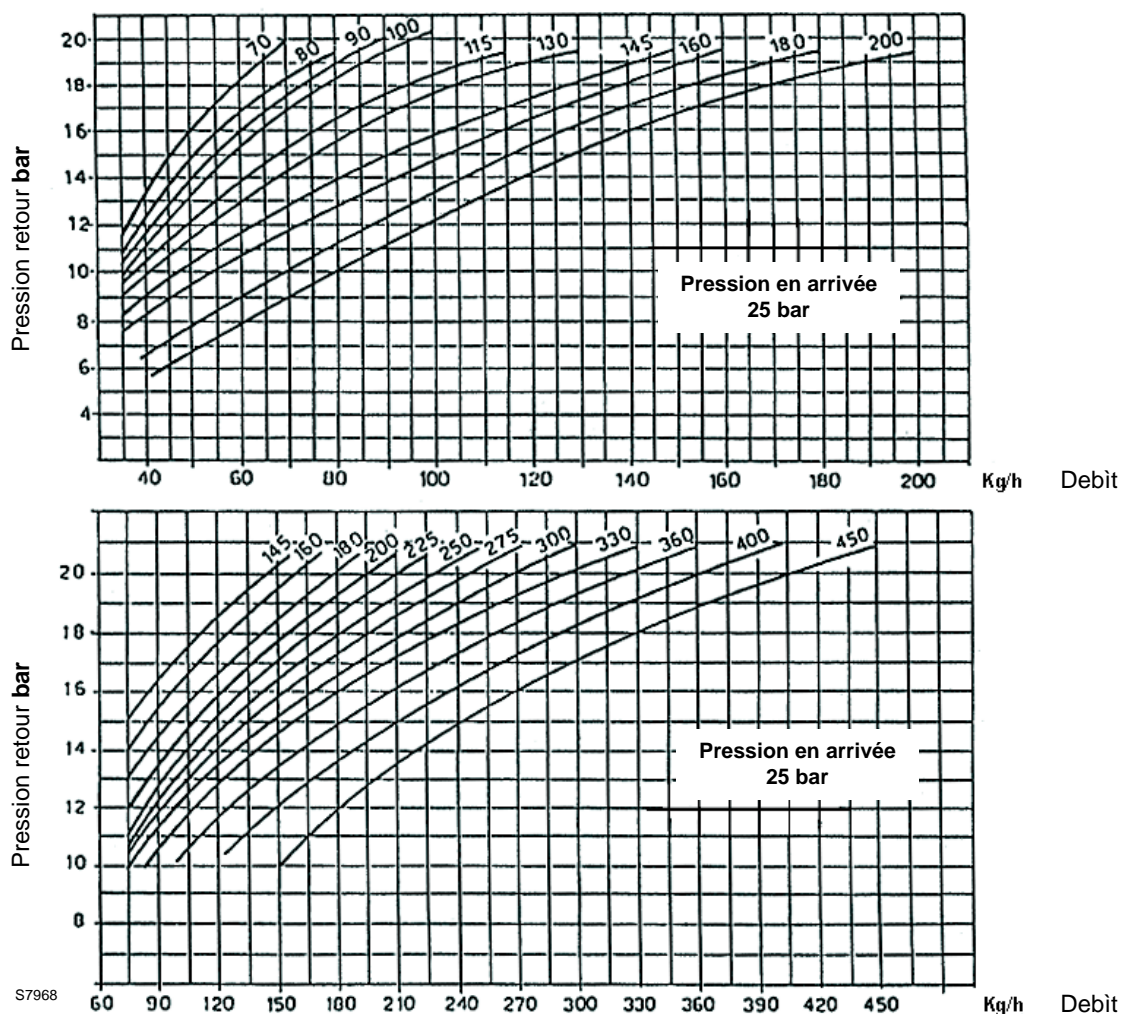

Fig. 10
- enlever le carter (9), desserrer les vis (7), agir sur la vis (4) jusqu'à l'obtention de l'excentricité désirée.
- En tournant la vis (4) vers la droite (signe +), l'excentricité augmente, augmentant ainsi la différence entre débit maximum et débit minimum du gicleur.
- Pour obtenir un réglage correct, l'excentrique (8) doit travailler sur tout le champ d'excursion du servomoteur (20°+130°): à chaque variation du servomoteur doit correspondre une variation de pression.
- Ne jamais porter le piston du variateur en butée; la bague d'arrêt (5) détermine la course maximum.
- Lorsque le réglage est effectué, vérifier manuellement qu'il n'y ait pas d'arrêts brusques entre 20° et 130° et que les pressions maximum et minimum correspondent à la pression choisie d'après le diagramme de la Fig. 10.
- - Si pour le débit maximum du gicleur (pression maximum sur le retour), on remarque des oscillations de pression sur le manomètre (3), baisser légèrement la pression jusqu'à les éliminer.